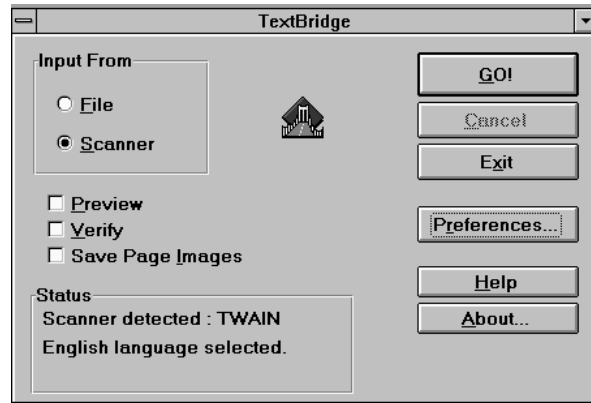

Figura 14: TextBridge 3.0 OCR para Windows 3.1x
1. Arranque 'TextBridge' haciendo un doble clic sobre el icono. Aparece una ventana como la mostrada en la figura 14.